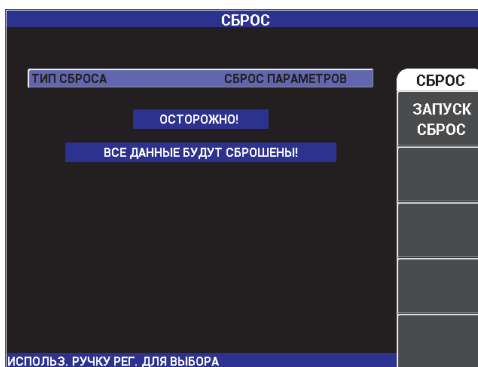

Рис. 4-25 Меню СБРОС
- (1) Для доступа к меню **СБРОС** нажмите клавишу ADV SETUP (⚙️), затем клавишу E и, с помощью ручки регулятора, выберите желаемый тип сброса: параметры, память или основной (см. Рис. 4-25 на стр. 113 и Табл. 4 на стр. 114).
- (2) Для выполнения сброса нажмите клавишу A.
- (3) Для выхода из меню нажмите клавишу Return (↵).